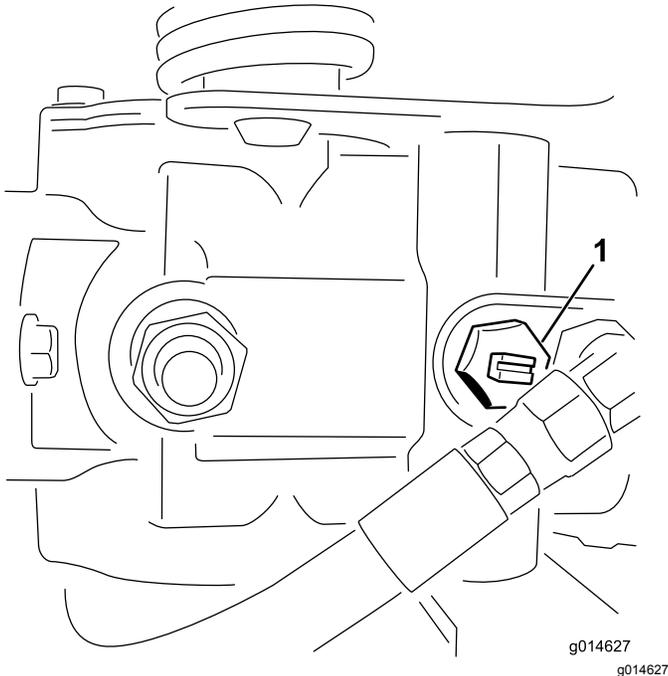

图25
1. 找到并旋转泵上的旁通阀使槽处于垂直位置 图25。
2. 启动发动机之前、旋转旁通阀、使槽处于水平位置、这样就可以关闭旁通阀 (图25)。